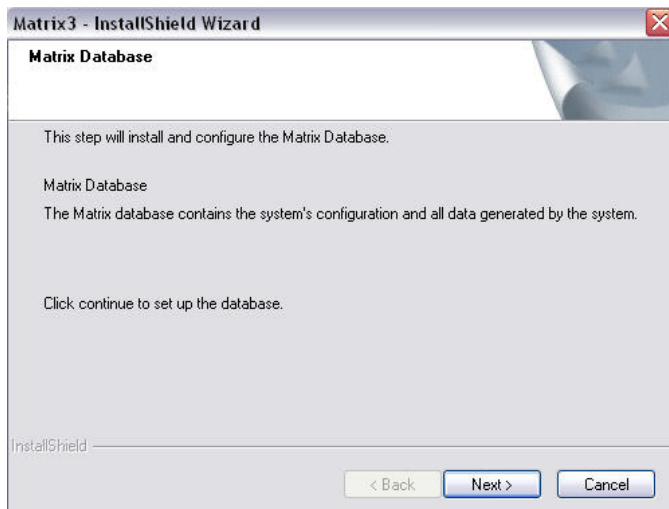

Рис. 19
12. Когда появится экран настройки «Matrix Database» [База данных Matrix] (Рис. 19), нажмите «NEXT» [ДАЛЕЕ], чтобы начать настройку базы данных.